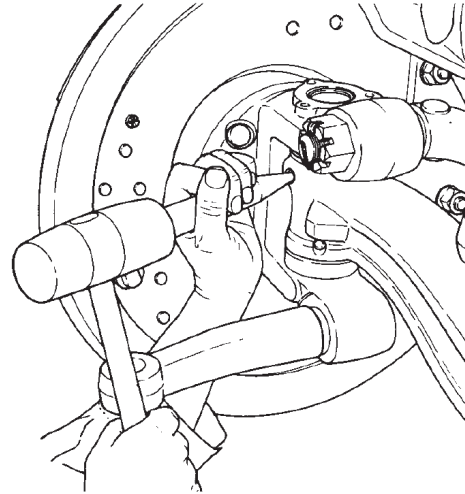

Figura 44
a. Use un martillo de bronce y una punción de acero para retirar la chaveta. Apoye el punción en el extremo menor (perfil "D") de la chaveta. Figura 44.